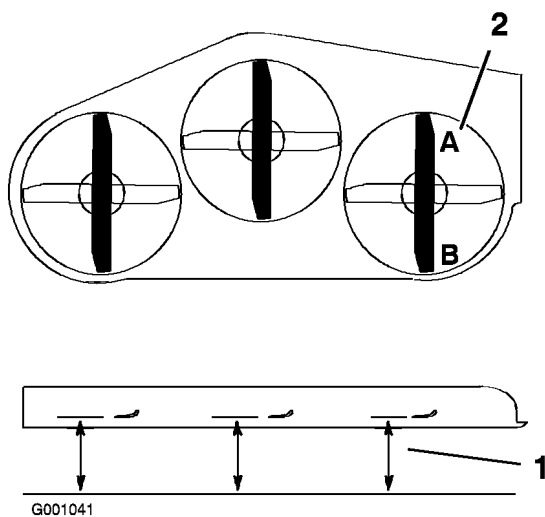

Figura 67
1. Coloque la cuchilla derecha en posición longitudinal (Figura 67).
2. Mida la cuchilla derecha en la posición **A** desde una superficie nivelada hasta el filo de corte del extremo de la cuchilla (Figura 67).
4. Mida la cuchilla derecha en la posición **B** desde una superficie nivelada hasta el filo de corte del extremo de la cuchilla (Figura 67).
6. La cuchilla del cortacésped debe estar entre 6 y 10 mm (1/4 to 3/8 pulg.) más baja en la posición **A** que en la posición **B** (Figura 67). Si no es correcta la distancia, continúe con los pasos siguientes.